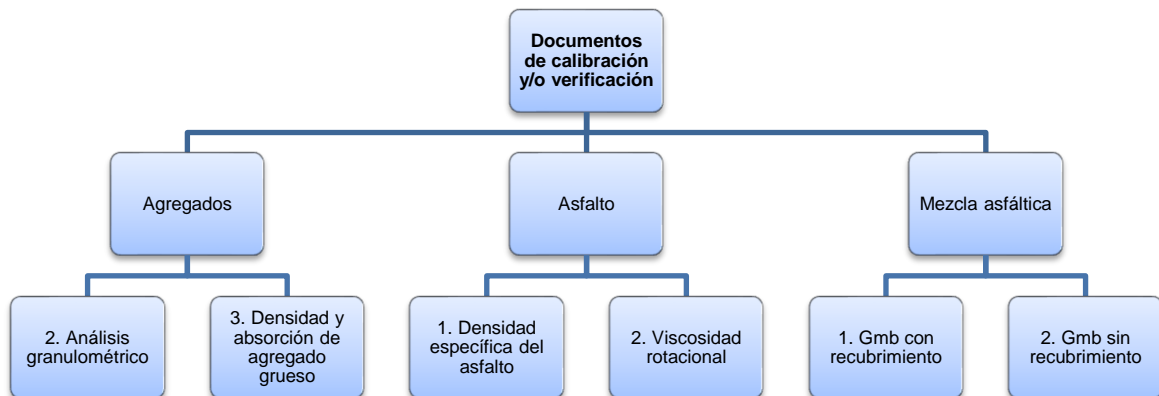

Figura 2. Esquema para entrega de documentos calibración/ verificación.
- b. **Certificados de calibración y/o registros de verificación** —en archivo electrónico— Figura 2; de los equipos especificados en el **Formato 3**, enviado por el organismo coordinador del programa.